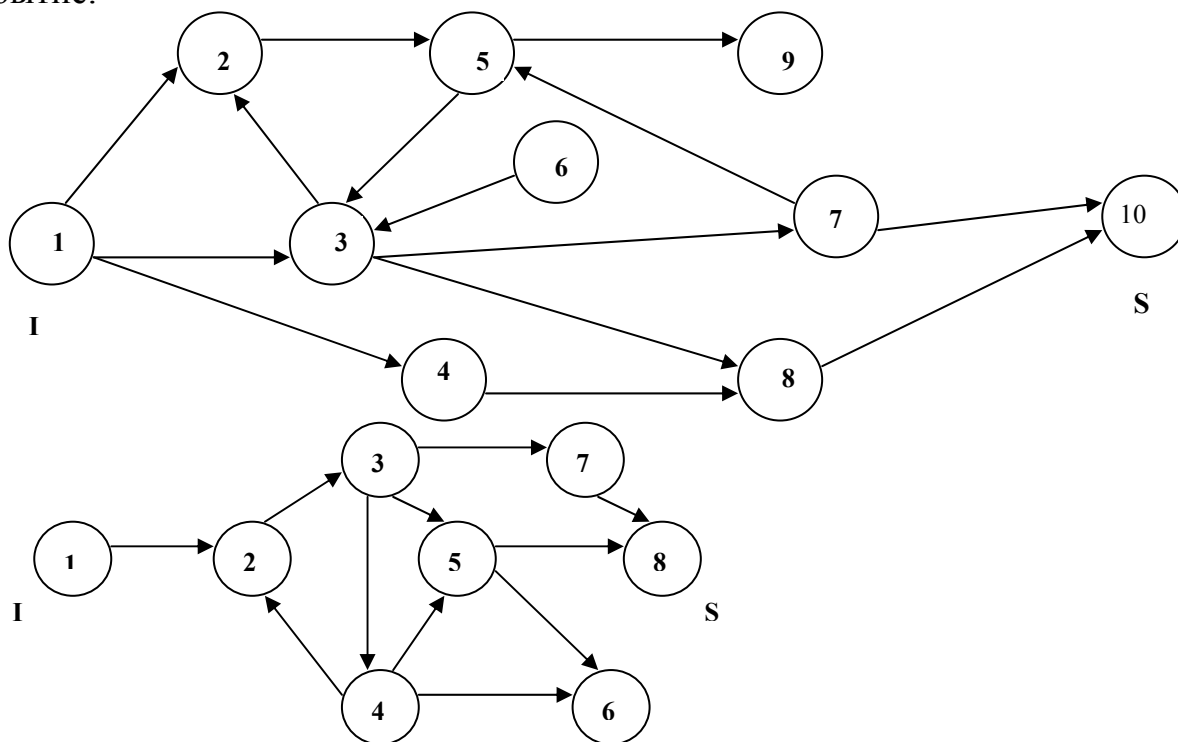

Рис.6.3
**Задача 1.** На сетевых графиках, изображенных на рис. 6.3, найти ошибки, считая, что каждый график имеет одно исходное  $I$  и одно завершающее  $S$  событие.